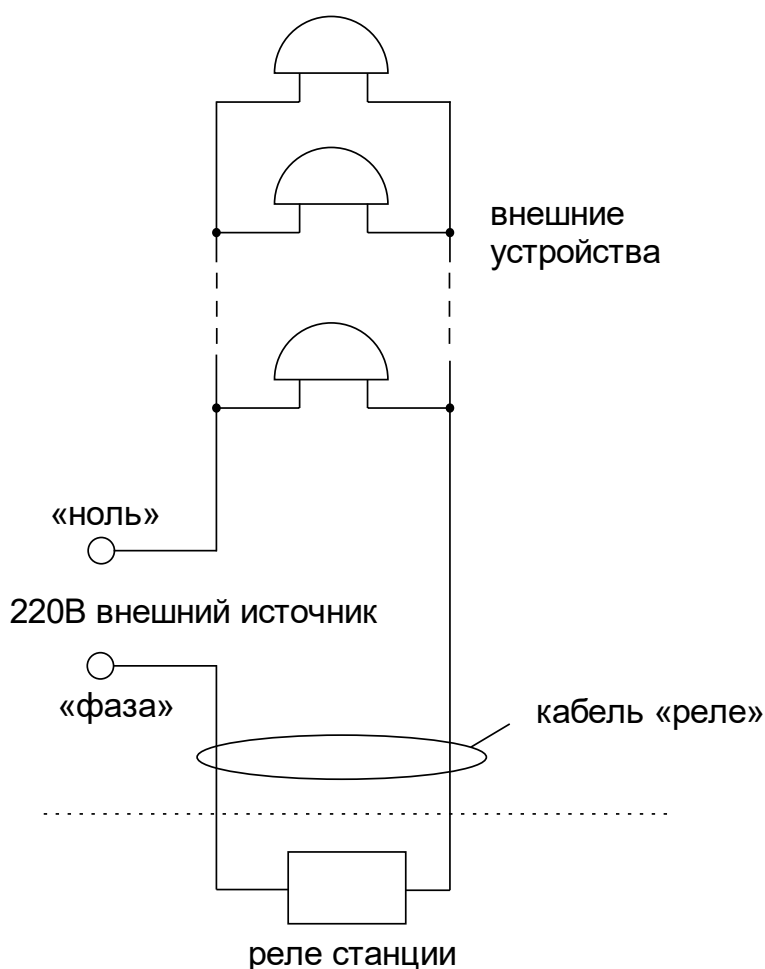

Рис. 1.
Должны быть смонтированы две линии включения внешних устройств по схеме рис. 1. В соответствии с рис. 1 питание на внешние устройства должно подаваться извне (не используется электропитание часовой станции). При этом реле часовой станции замыкают (подключают) фазу внешнего электропитания на внешние устройства каждого канала в соответствии с установленной программой.
4.5. Кабели «Реле 1» и «Реле 2» необходимо подсоединить к цепи внешних устройств через отдельную клеммную коробку следующим образом (см. рис. 1). На один из проводов кабеля «Реле» необходимо подать «фазу» внешней питающей электросети 220 В, предназначенной для питания внешних устройств данного канала; второй конец кабеля «Реле» подключить непосредственно к одному из входов питания внешних устройств данного канала; другой вход питания внешних устройств данного канала подключить на «ноль» питающей электросети 220 В. Все внешние устройства одного канала должны быть соединены друг с другом по входам питания параллельно. К внешним устройствам относятся, например, школьные звонки громкого боя.